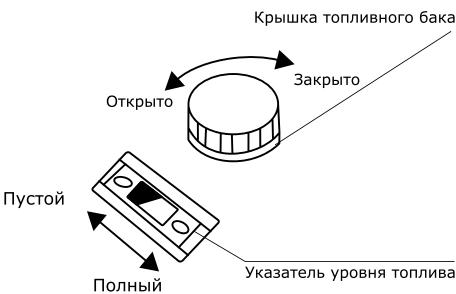

Рис. 7
Проверьте уровень топлива на указателе уровня топлива (рис. 7). При необходимости долейте в бак чистое свежее топливо. Не используйте топливо, которое хранилось более 2 месяцев. В качестве топлива используйте автомобиль-
5. Проверьте уровень топлива (**рис. 7**). При необходимости долейте чистое свежее топливо.